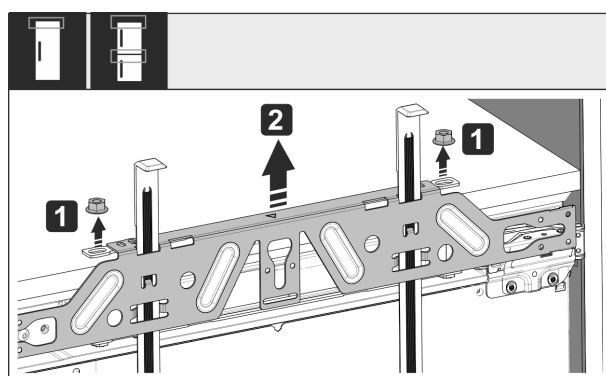

Fig. 50
- Løsn kontramøtrikkerne Fig. 50 (1).
- Tag fastgørelsestraversen Fig. 50 (2) af.